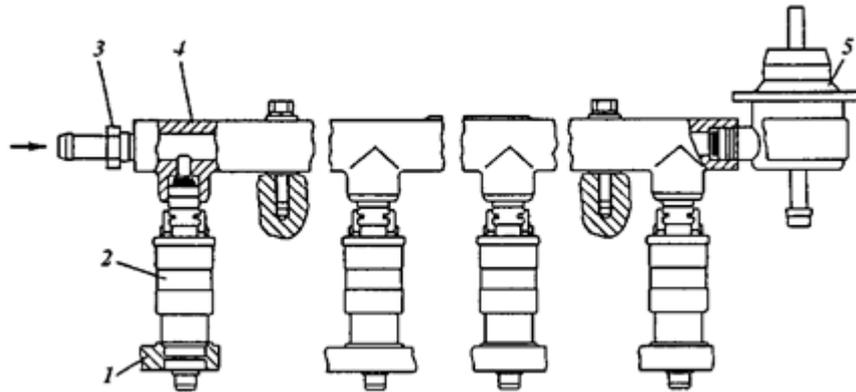

Рис. 1.3. Рампа форсунок инжекторного двигателя.
38. ДЕТАЛЬ 5 НА РИС. 1.3 ОЗНАЧАЕТ _____